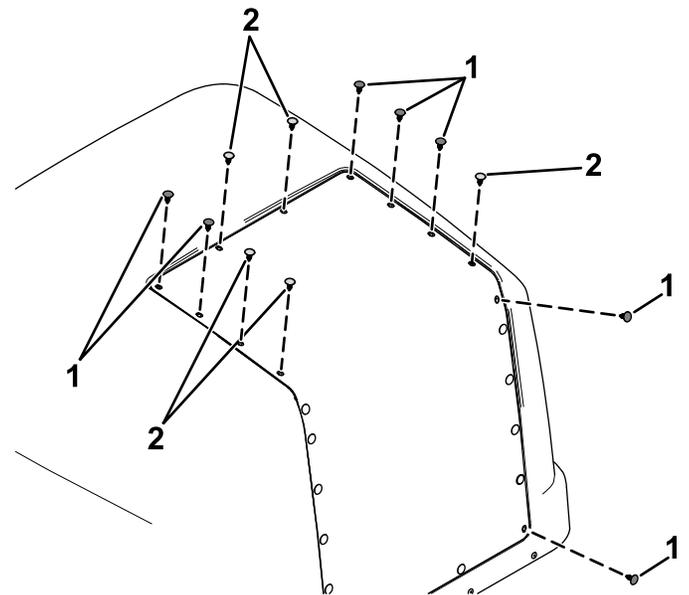

Figura 23
9. Retire los 12 tapones de plástico del capó como se muestra en la Figura 23.
- Guarde los 5 tapones indicados en la Figura 23
- Deseche los 7 tapones indicados en la Figura 23